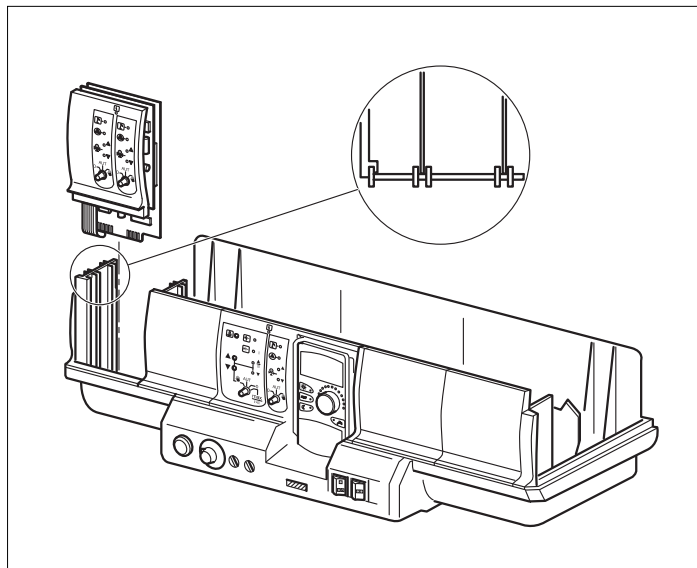

Рис. 20 Установка и демонтаж модуля
- Снимите заглушку с разъема 1 на системе управления (Рис. 20).
- Новый модуль вставьте сверху в свободный разъем, нажимая на планку датчиков (Рис. 20). Убедитесь, что модуль хорошо встал на место.